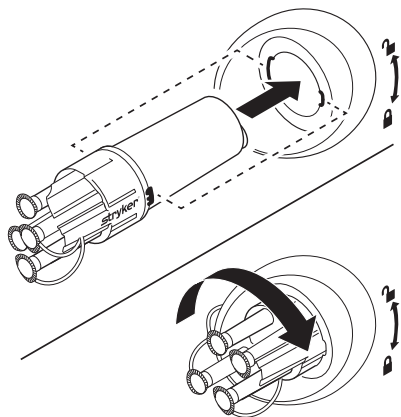

Figure 3 Installer et verrouiller le collecteur
1. Aligner les saillies du collecteur avec les fentes du logement et pousser le collecteur dans le logement de la cuve désirée du Nomade (Figure 3).